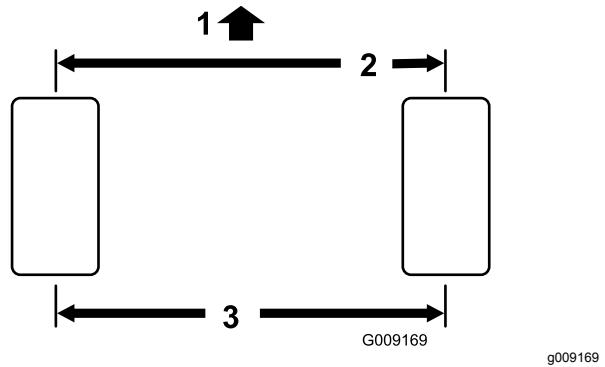

図 87
- 後輪の前と後ろで、左右のタイヤの中央線距離を測るアクスルの高さ位置で計測図 87。